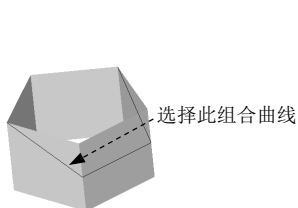

图 6.7.3 定义剪裁工具
Step4. 定义剪裁工具。选取如图 6.7.3 所示的组合曲线为剪裁工具。